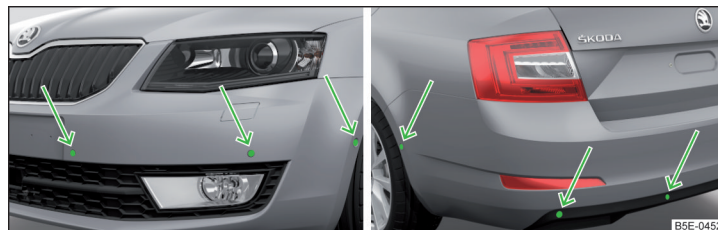

Fig. 243 Lugar de instalación de los sensores del lado izquierdo del vehículo: delantero / trasero
- Mantener los sensores del sistema » fig. 243 de la pág. 213 limpios, libres de nieve y hielo, y no cubrirlos con ningunos objetos, de lo contrario puede estar limitado la función del sistema.
El sistema calcula la distancia entre el parachoques y un obstáculo mediante ondas ultrasónicas. Los sensores ultrasónicos se encuentra según el equipamiento del vehículo en el parachoques trasero o también en el delantero » fig. 243.